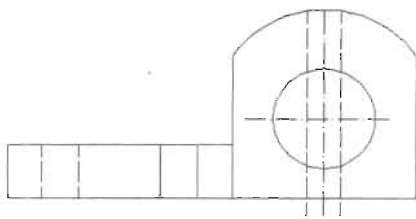

图 10-156
(16) 如图 10-156 所示, 把垂直辅助线分别向两侧偏移 5mm, 生成两条新的直线; 然后把这两条新直线转移到“虚线”图层上, 其线型由点划线变成虚线。